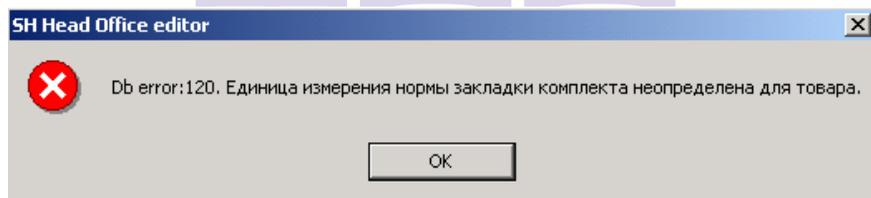

Рис. 98
**Норма** – это количество готового изделия, получаемое из указанных количеств закладки компонентов (брутто). Так как комплекты используют в основном для готовых изделий, которые продаются в порциях, норму закладки для таких комплектов рекомендуется указывать «1 порция». Для комплектов, которые будут участвовать в других комплектах, в качестве нормы закладки надо указывать реальный выход изделия в готовом виде (например: 2 литра, 1.4 кг, 70 шт. и т. д.). Изменение нормы закладки комплекта может привести к выводу сообщения, представленного на Рис. 98. В этом случае следует отказаться от внесения изменений или выбрать единицу измерения нормы закладки, которая присутствует у связанного товара.